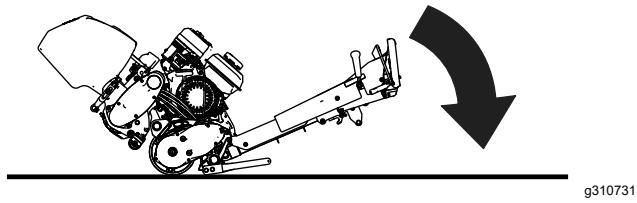

Figura 5
2. Porca do parafuso de ajuste da lâmina de corte (2)
- Com a unidade de corte instalada na máquina, desça a pega da unidade de tração para o solo (Figura 5).